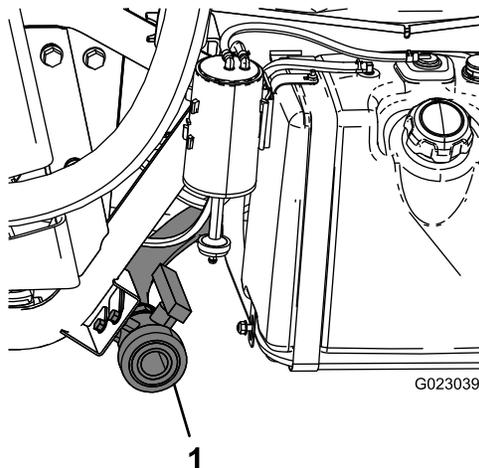

Figura 15
2. Localize válvula de escoamento do depósito no lado esquerdo da máquina (Figura 15).
4. Abra a válvula para escoar do depósito qualquer material não usado e eliminá-lo de acordo com as normas locais e as instruções do fabricante (Figura 15).
5. Quando o depósito tiver drenado completamente, feche a válvula de drenagem e instale a válvula no suporte (Figura 15).